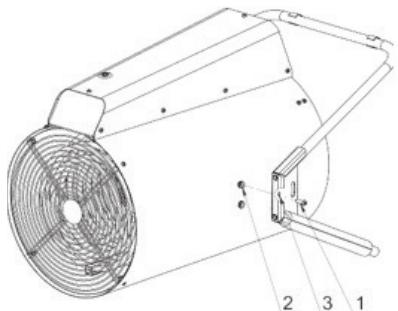

Рис. 4. Подготовка к работе
Изделие находится в транспортировочном положении (Рис. 4). Для приведения прибора в рабочее положение необходимо выкрутить болт М6х20 (2 шт.) (1), как указанно на рис. 4.
Совместить отверстие в опоре (3) с верхней резьбовой гайкой (2) на корпусе и наживить винт М6х20 (2 шт.) (1) с обеих сторон тепловентилятора (Рис. 4)